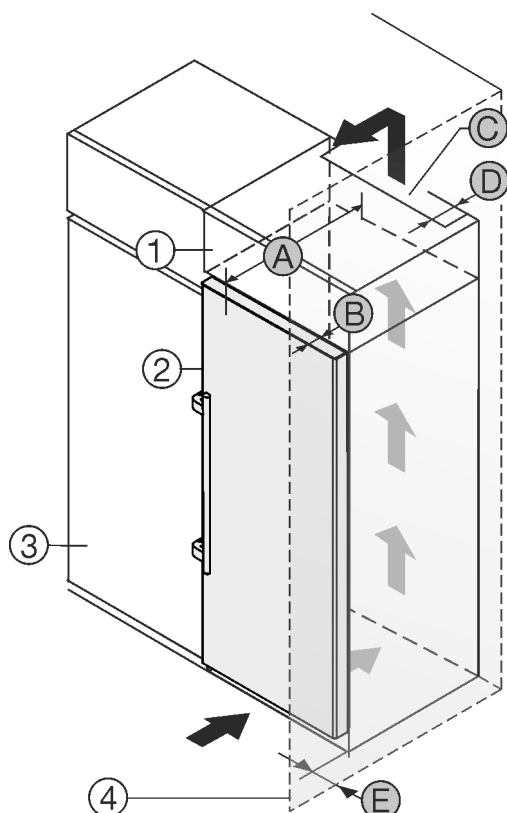

Fig. 2
Te saate seadme vahetult köögikapi Fig. 2 (3) kõrval üles panna.*
Pealiskapi tagaküljel peab olema vähemalt sügavusega Fig. 2 (D) kogu pealiskapi laiune heitõhušaht.*
Ruumi lae all tuleb ventilatsiooniristlõikest Fig. 2 (C) kinni pidada.*
Kui panete seadme šarniiridega seinale Fig. 2 (4) kõrvale üles, siis peab olema seadme ja seinavahekaugus vähemalt 57 mm. See vastab käepideme üleulatusele avatud ukse korral.*
Võimaldamaks ust täielikult avada, peab seade vähemalt ukse sügavuse Fig. 2 (B) võrra köögikapi esiseinast ettepoole ulatuma. Köögikappide Fig. 2 (3) sügavusest ja seinavahehoidikute kasutamisest sõltuvalt võib seade rohkem välja ulatuda.*